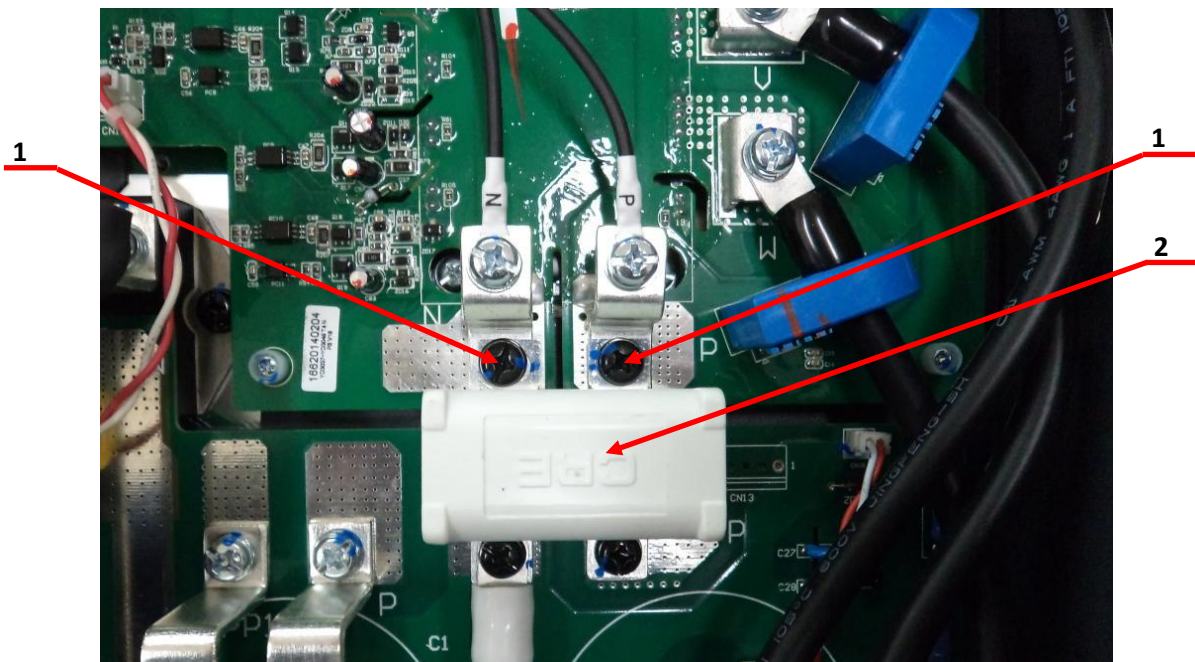

Рис.7.21
7.6.10. Установить снаббер поз.2 и закрепить его двумя винтами поз.1 (рисунок 7.21).